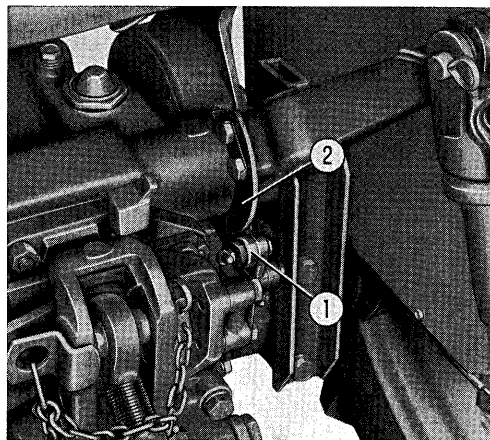

Fig. 42.
Den automatiske vægtoverføring virker indenfor en nærmere fastlagt grænse, d.v.s. inden for en vis del af manøvrehåndtagets bevægelsesområde. Grænsen afhænger af trykrullens afstand fra styrekvadrenten - se fig. 42.
1. At armene begynder at løfte, når manøvrehåndtaget står i nederste stilling, skal trykrullens afstand fra styrekvadranten formindskes. Hertil benyttes trykrullens excenterbolt - fig. 42.